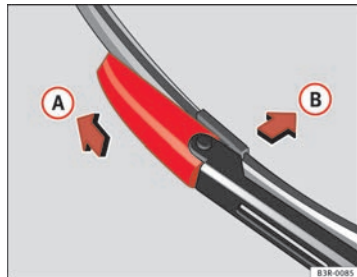

Fig. 170 Extraer la escobilla
- Desplace el elemento de bloqueo de la escobilla en la dirección de la flecha ⇒ fig. 170 **A**. Aguante al mismo tiempo la escobilla.